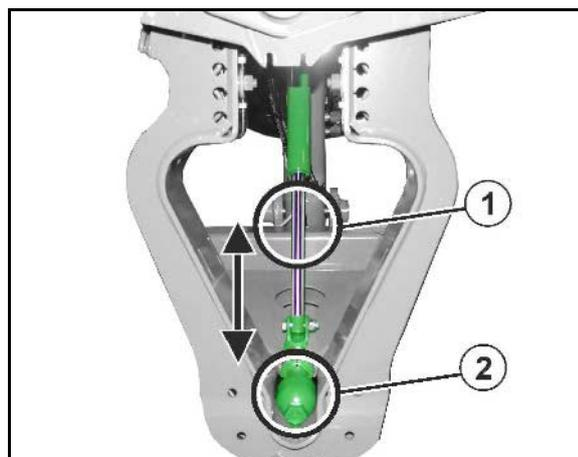

Fig. 97
Transportsikringsbøylene sikrer de sammenfoldete sprøyteutliggerne i transportstilling mot utilsiktet utfolding. (3) Parallelogram-ramme til høydejustering av sprøytebommen. | <ul style="list-style-type: none"> (4) Dysebeskyttelsesrør (5) Avstandsholder. (6) Utvendig bomsikring, se på side 114 (7) Svingningsutjevning, se på side 116. (8) Ventil og koblingsventil for DUS-system (9) Bomarmatur, se Fig. 97. (10) Innretning for utvendig rengjøring |